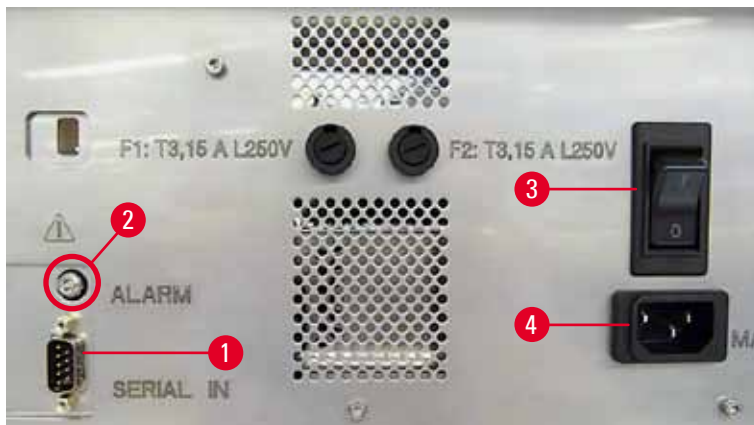

Fig. 27
- ① Tilslutningerne til strøm sidder på apparatets bagpanel (→ "Fig. 27").